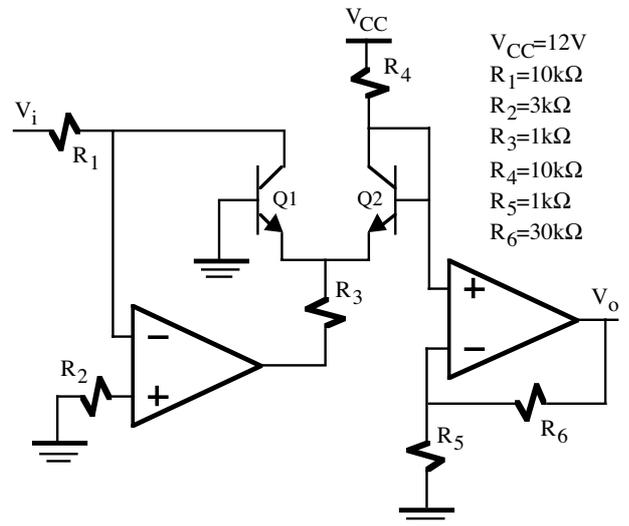

Figura P8.17
**P8.17** Obtener  $V_o$  en función de  $V_i$  del amplificador logarítmico de la figura P8.17 suponiendo que ambos transistores son idénticos.